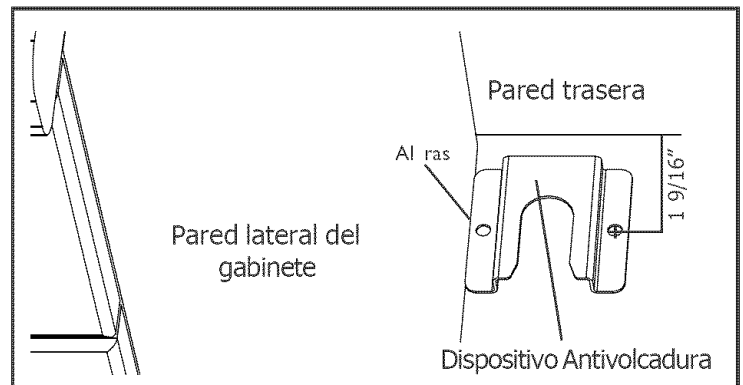

Figura 3
2. Mida para localizar la posición del soporte como se indica en la Figura 3.